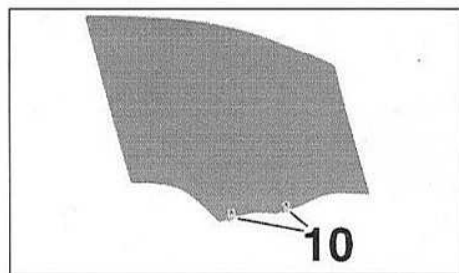

FIG.67
Remplacer les agrafes (10) (Fig.67).